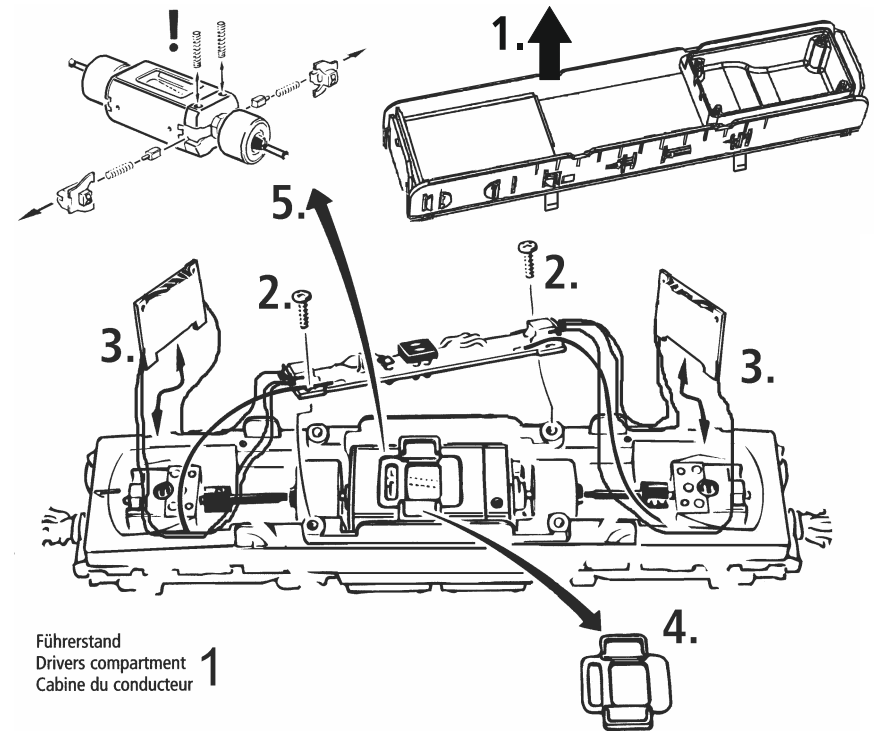

Fig. 10
Ausführung für Wechselstrom: Fig. 10
Version en courant alternatif: voir fig. 10
A.C. operation: see fig. 10